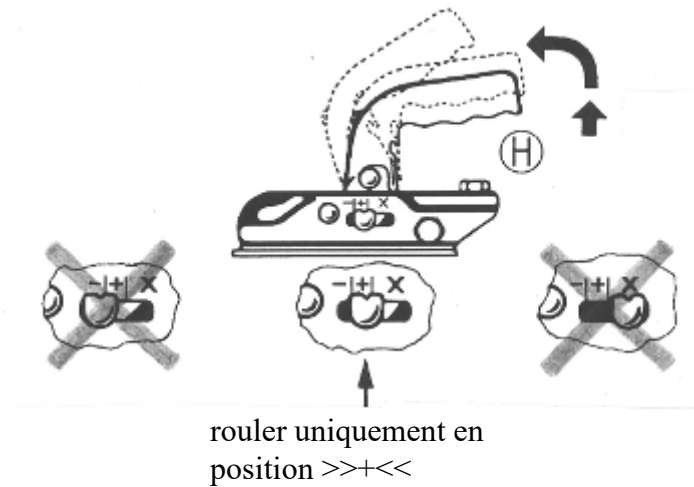
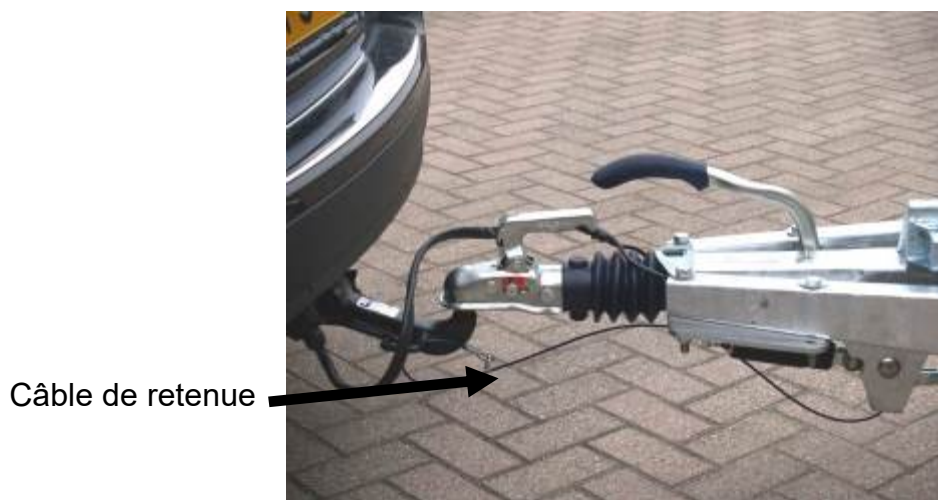

Figure 5.
Figure 11
Ouvrez le boîtier d'accouplement en enfonçant le bouton de blocage sur la poignée H, puis en relevant cette dernière. Placez l'accouplement ouvert sur la rotule de l'attache-remorque du véhicule tracteur et relâchez la poignée. La poignée doit revenir automatiquement dans la position initiale. La fermeture et le verrouillage se sont automatiquement. Assurez-vous que la bonne position >>+<< est enclenchée (voir figure 5). La rotule ne doit plus être visible une fois la remorque attelée ! Fixez le câble de retenue (voir figure 11) et raccordez la prise au véhicule tracteur.
- Vérifiez l'accouplement. Le boîtier d'accouplement doit envelopper complètement la rotule et la verrouiller. Assurez-vous que la bonne position >>+<< est enclenchée (voir figure 5).
- Fixez le câble de retenue au véhicule tracteur. (Voir figure 11)